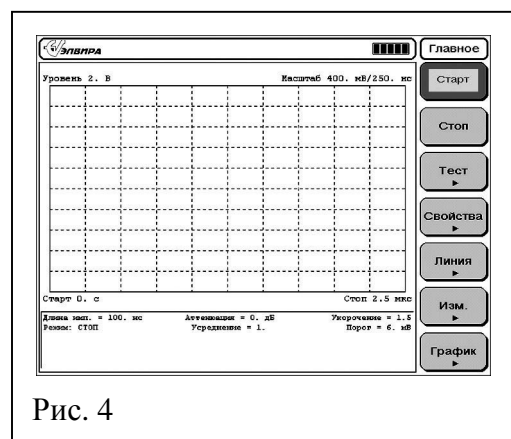

Рис. 4
Общий вид главного меню показан на рис. 4, где в правой части экрана видны виртуальные клавиши главного меню, соответствующим надписям обозначающие:
- Позиция «СТАРТ» (см. рис.4), осуществляет вывод текущей рефлектограммы на дисплей. Для вывода рефлектограммы следует нажать на кнопку «ВВОД» или на ручку настройки (см. рис.2).